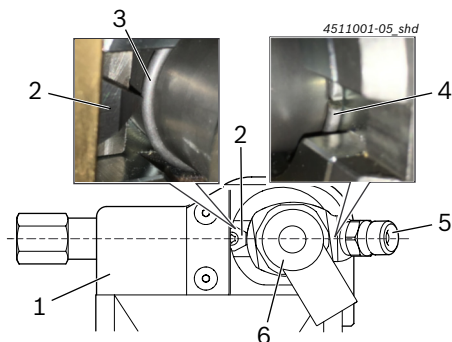

Fig. 5: Racord de înaltă presiune (poz. 5) amplasat în partea opusă față de plăcuța de strunjire (poz. 2)
7. Împingeți CRI până la opritor în unealta de demontare, conform reprezentării din Fig. 5, și mențineți în această poziție.
- ⇒ Șaiba elastică (Fig. 5, poz. 3) este poziționată exact la înălțimea plăcuței de strunjire (Fig. 5, poz. 2).